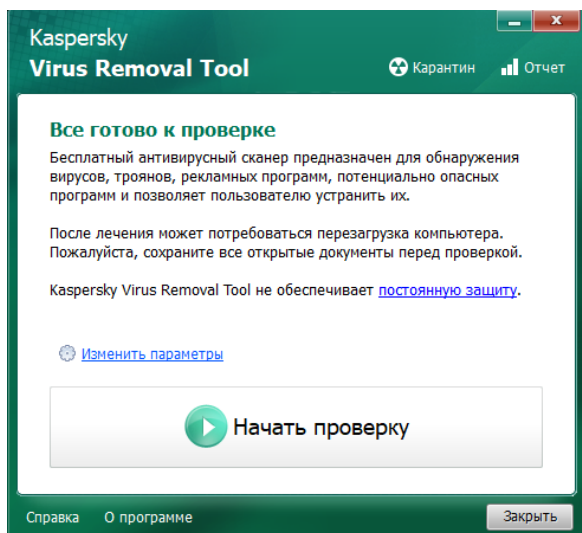

Рисунок 1. Начальное окно антивирусной программы.
7.1.5. Запустить антивирусную программу (Рисунок 1).